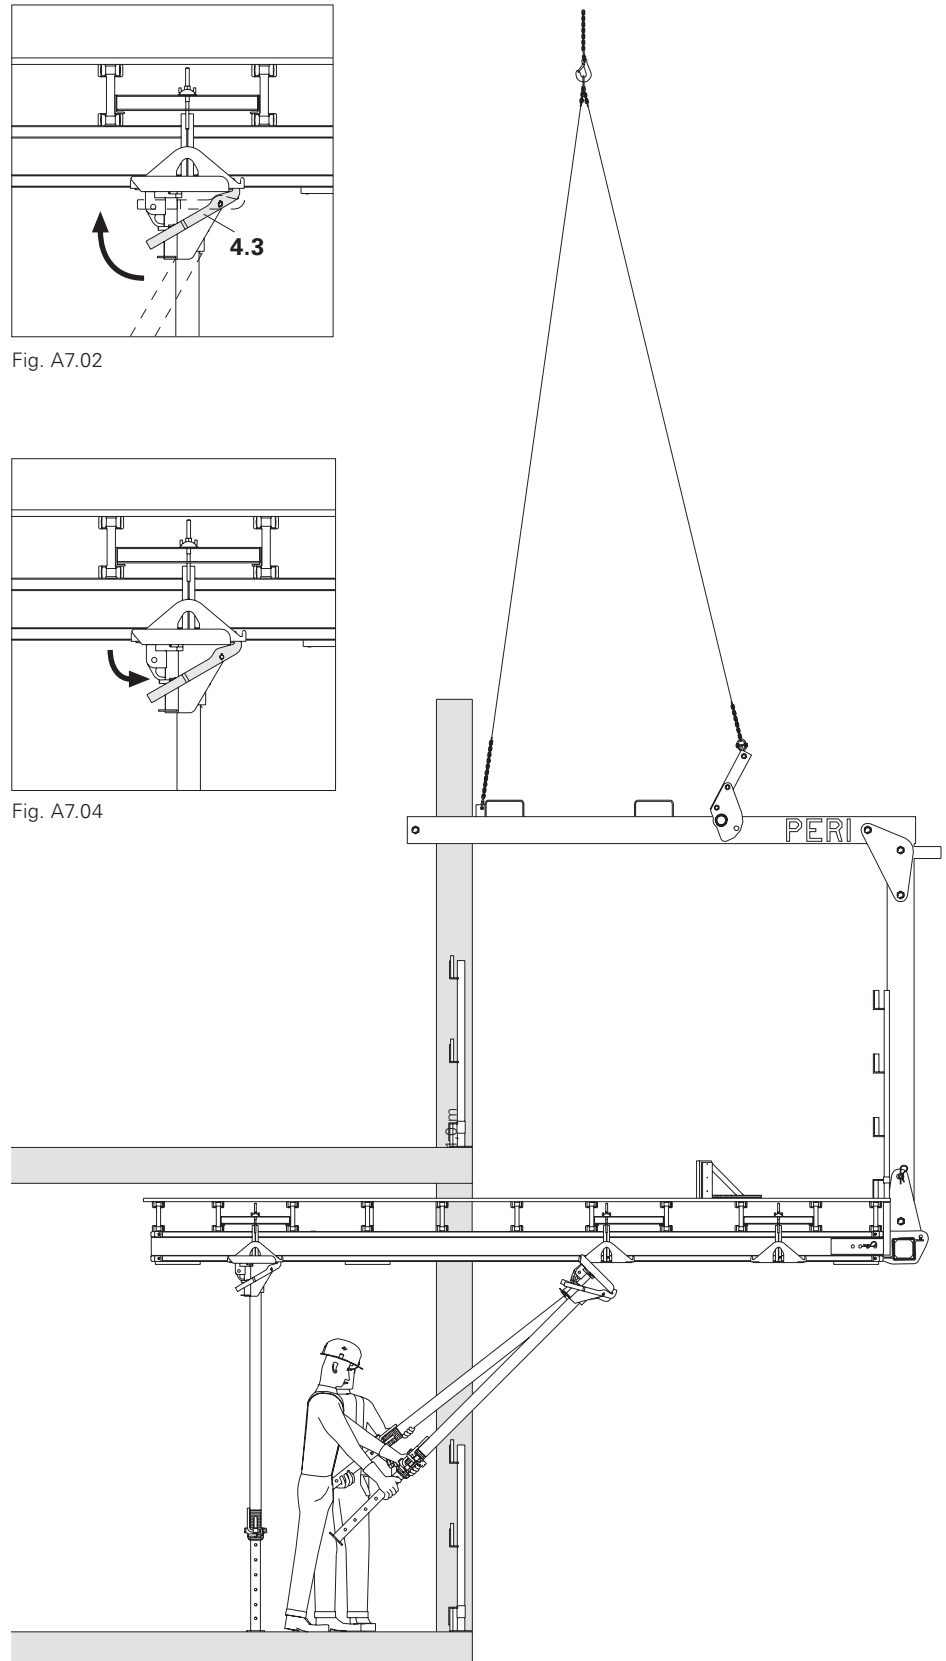

Fig. A7.03
4. Sollevare il puntello sopra il parapetto o la protezione laterale. (Fig. A7.03)